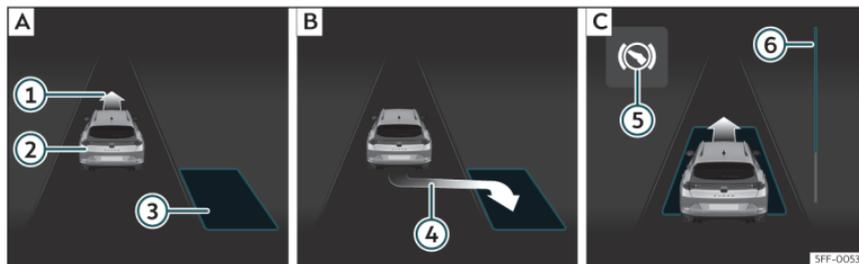
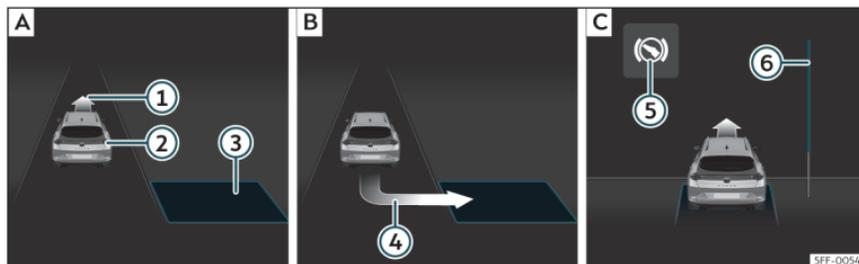

Fig. 172 Sur l'écran du tableau de bord : stationner en créneau. [A] Chercher une place de stationnement. [B] Position de stationnement. [C] Manœuvrer.
Fig. 173 Sur l'écran du tableau de bord : stationner en bataille. [A] Chercher une place de stationnement. [B] Position de stationnement. [C] Manœuvrer.
recte pour stationner» fig. 172 [B] ou» fig. 173 [B] a été atteinte. La place sera considérée comme « appropriée » si l'indication de stationnement ④ apparaît à l'écran du combiné d'instruments.
- Reculez jusqu'à ce que retentisse le signal continu du ParkPilot ; **OU** : reculez jusqu'à ce que l'indication de passer en marche avant >>> **fig. 172**  ou >>> **fig. 173**  apparaisse à l'écran du tableau de bord ; **OU** : reculez jusqu'à ce que le message **Park Assist terminé** apparaisse à l'écran du tableau de bord. La barre de progression  indique la distance à parcourir >>> page 288.
dirige le véhicule en marche avant et en marche arrière jusqu'à ce qu'il soit centré sur la place >>> **fig. 172**  ou >>> **fig. 173** .
La barre de progression >>> **fig. 172**  et >>> **fig. 173**  affiche symboliquement la distance relative qu'il reste à parcourir à l'écran du combiné d'instruments. Plus la distance est grande, plus la barre de progression est remplie. En circulant en marche avant, le contenu de la barre de progression diminue vers le haut, et en circulant en marche arrière, il diminue vers le bas.